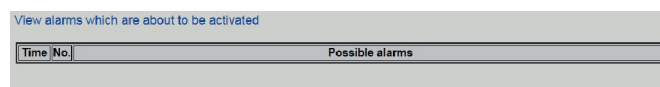

Рис. 67: Возможные аварийные сигналы
- ⇒ Отображается лист (Рис. 67) «Возможных аварий»